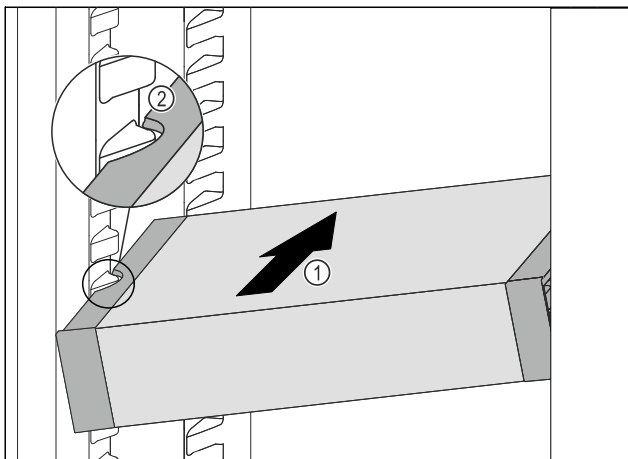

Fig. 63
- ▶ Împingeți VarioSafe oblic în frigider Fig. 63 (1), până când degajările laterale Fig. 63 (2) ale VarioSafe se află la înălțimea nervurii recipientului din frigider.